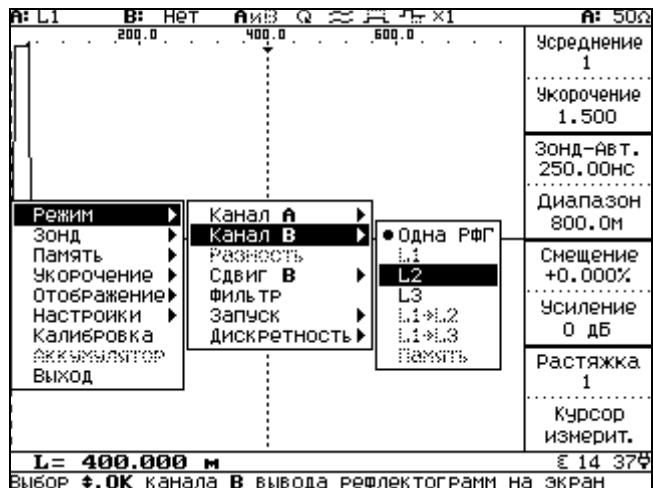

Рисунок 6.24
- Выбрать вход (рисунок 6.24) для канала отображения **B** (п.6.3.10.1).